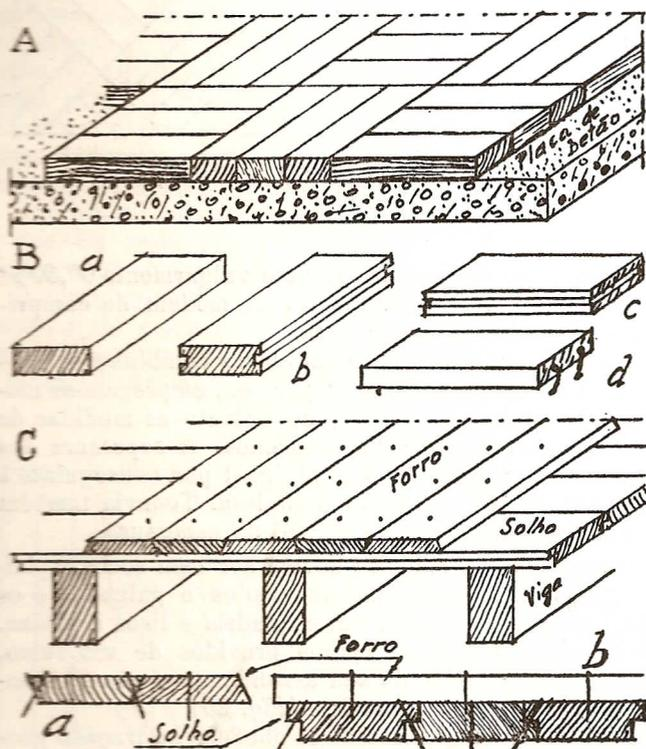

Fig. 29. — ASSENTAMENTO DE MOSAICOS DE MADEIRA E FORRO
Os melhores têm os cantos providos de um sulco, para que o material do seu assentamento possa estender-se sem atingir a superfície (Fig. 29).
1.º Assentam-se em massa de cimento e areia com um prego em cada topo para a sua fixação (Fig. 29-B);